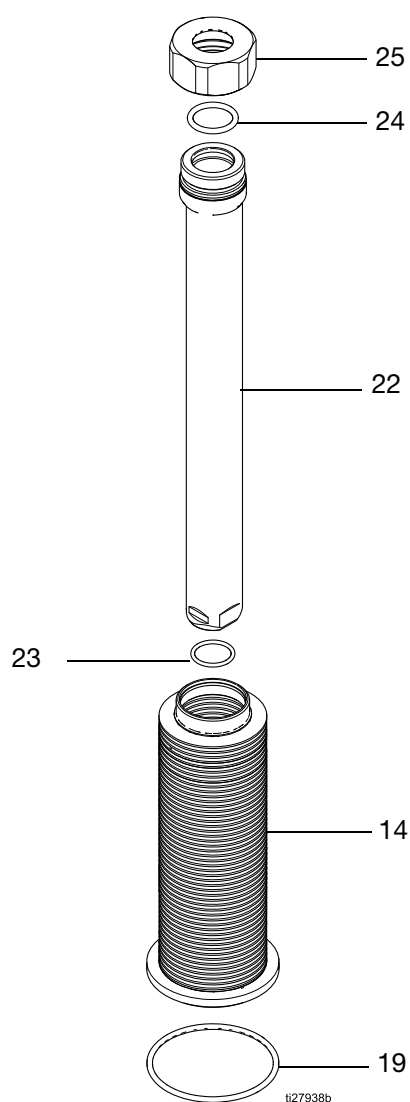

ABB. 3. Faltenbälge demontieren oder zusammenbauen
5. O-Ring (19) des Balgs entfernen.
HINWEIS: Die Faltenbalgbaugruppe enthält die Faltenbalgmutter (25), den Faltenbalg (14), O-Ringe (23, 24) und die Faltenbalgmuffe (22). Zur Demontage siehe **Faltenbalgbaugruppe demontieren** auf Seite 8 und ABB. 3 auf Seite 9.
7. Die vier Kopfschrauben (33) im Bodenbereich der Faltenbalgkammer (13) entfernen. Den Faltenbalg gerade aus dem Materialauslassgehäuse (8) herausheben. Die Kolbenstange (3) nicht beschädigen.
Siehe ABB. 3, Seite 9.
7. O-Ring (19) des Faltenbalgs entfernen. Siehe ABB. 3, Seite 9.
8. Faltenbalgbaugruppe aus der Faltenbalgkammer (15) entfernen. Den O-Ring (23) entfernen.
9. Bei einem Ausfall des Faltenbalgs ist auch das Entlüftungsventil (28) von der Deckplatte zu entfernen. Verstopfungen durch Farbe im Materialweg entfernen.